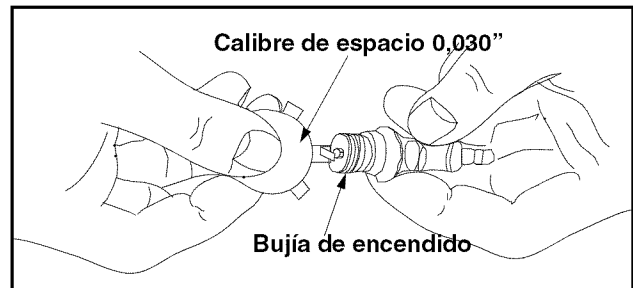

Figura 14
- Limpie las bujías y ajuste el espacio a .030" al menos una vez cada estación, o cada 50 horas de operación. Vea la Figura 14. Se recomienda reemplazar la bujía al inicio de cada temporada. Consulte el listado de piezas del motor para conocer el tipo correcto de bujía.